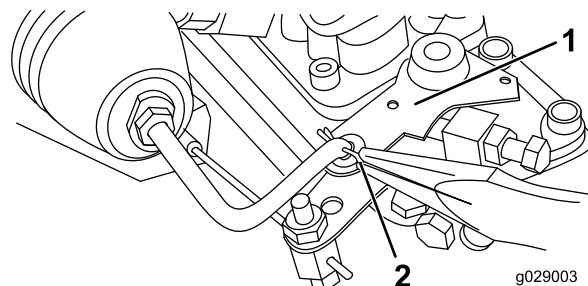
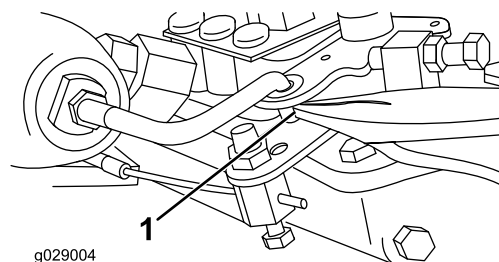

Рисунок 3
Рисунок 4
1. Снимите верхний и нижний шплинты крепления рычага электромагнитного отсечного клапана к рычагу останова двигателя (Рисунок 3 и Рисунок 4).